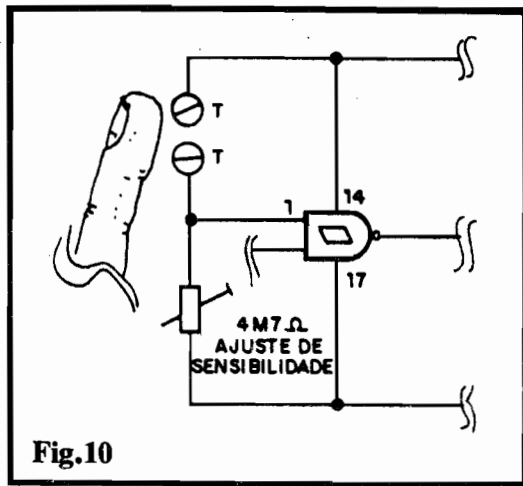

Fig.10
- FIG. 10 - AJUSTANDO A SENSIBILIDADE... - Um válido complemento para a Experiência, consiste na anexação de um controle de SENSIBILIDADE... Se o resistor originalmente sugerido, de 10M, for substituído por um trim-pot (ou potenciômetro...) de, digamos, 4M7, a sensibilidade da Entrada de Autorização poderá ser modificada, de modo que - por exemplo - apenas com uma considerável pressão do dedo sobre os contatos T-T o ASTÁVEL entre em funcionamento...